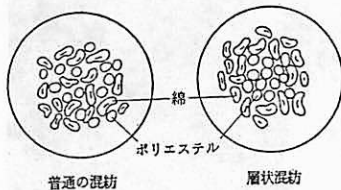

図1 ポリエステルと綿の普通混紡糸と層状混紡糸の断面（モデル）
今日のオパール加工は、2)ポリエステルフィラメント糸を芯に綿やレーヨンをさやにした層状混紡糸（長短複合糸、コアヤーンともいう）の布で行っているので、写真2のように透明感が出やすい。しかし、一般に市販のポリエステル・綿混紡布は図1の①のようなランダムに混ざった糸が使われているので、オパール化染色をしても、写真2のような透明感は得られない。